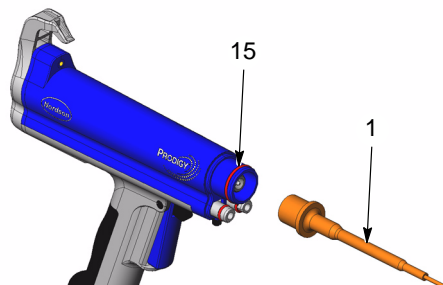

Fig. 25 Dépose du porte-résistance
6. Voir la figure 25. Dévisser le porte-résistance (1) du multiplicateur (15).
4. Voir la figure 25. Visser le porte-résistance sur le multiplicateur.